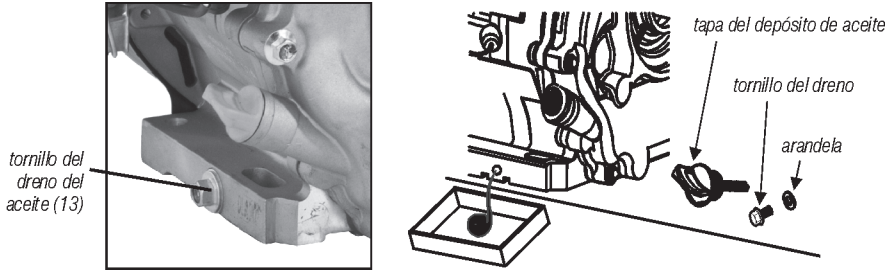

Fig. 12 - Cambio de aceite
- 4 – Retire la tapa de drenaje del cárter (fig. 12);*